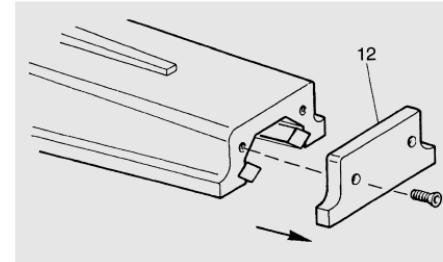

Fig.7
Neem het schermpje weg (12) aan het uiteinde van de arm (zie fig. 7).